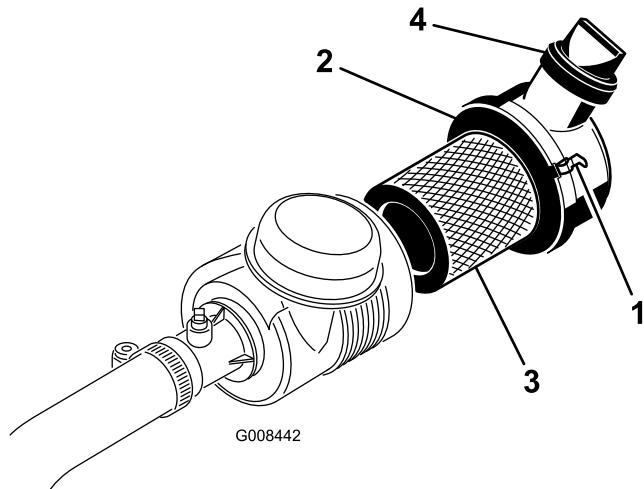

Figura 44
1. Liberte os trincos que fixam a cobertura do filtro de ar ao respectivo corpo (Figura 44).
6. Volte a montar a cobertura e fixe os trincos (Figura 44).